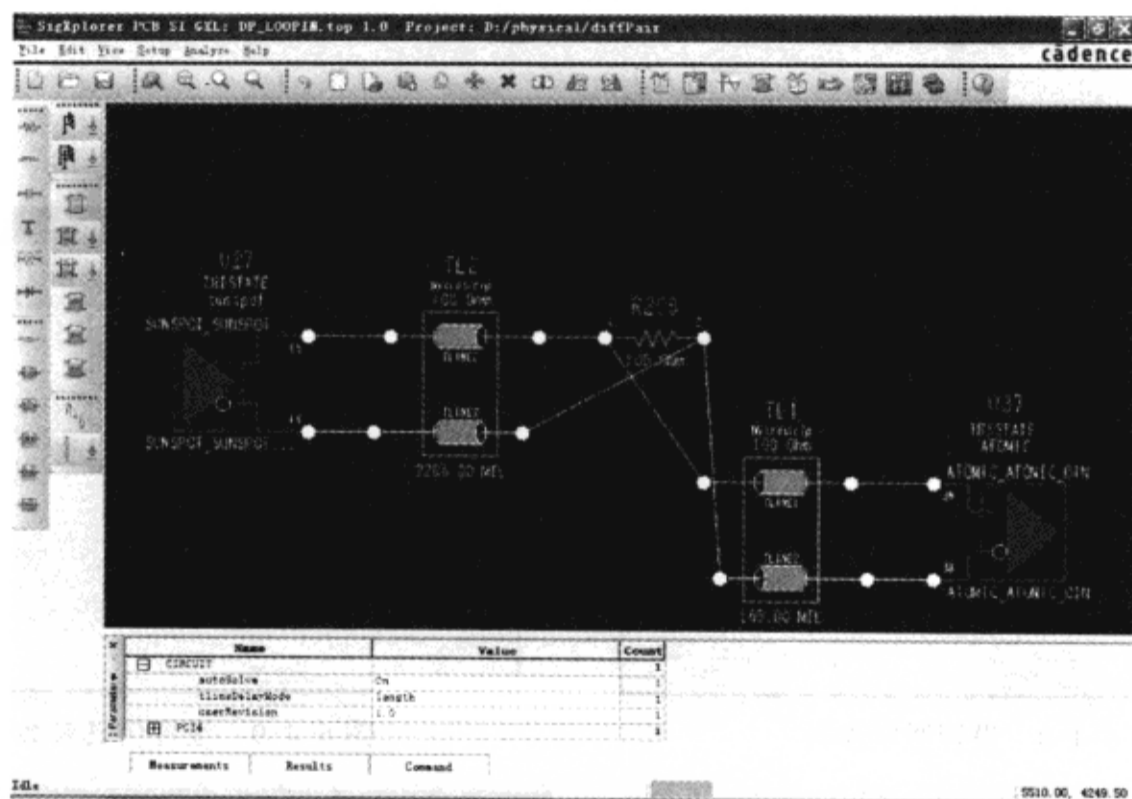

图 6-4-6 差分对拓扑
(7) 单击“CIRCUIT”下面“tlineDelayMode”表格“Value”区域的“time”→从下拉菜单中选择“length”→按“Tab”键→拓扑参数改变为长度单位，如图6-4-6所示。